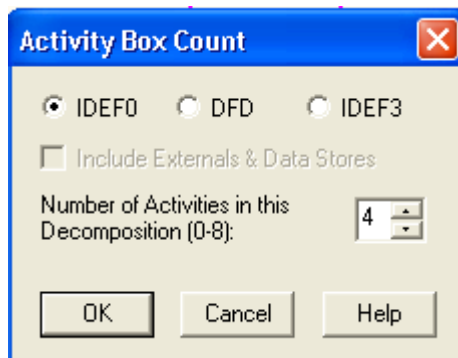

Рис. 2.1. Диалоговое окно декомпозиции блока
3. Укажите тип диаграммы **IDEF0** (рис. 2.1.) и нажмите ОК.